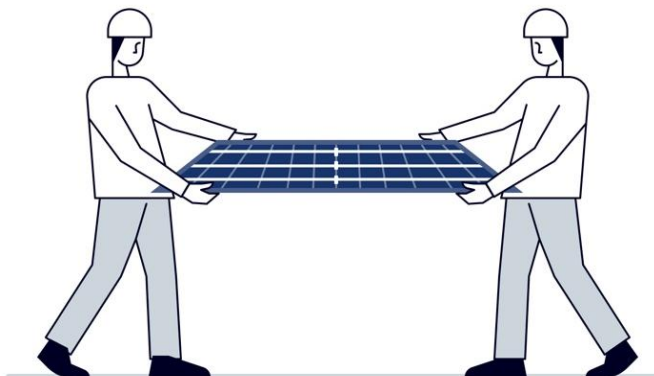

Figura 18: Maneggiamento dei moduli.
- g) I moduli FV devono essere afferrati dalla cornice in alluminio con due mani (Figura 18).